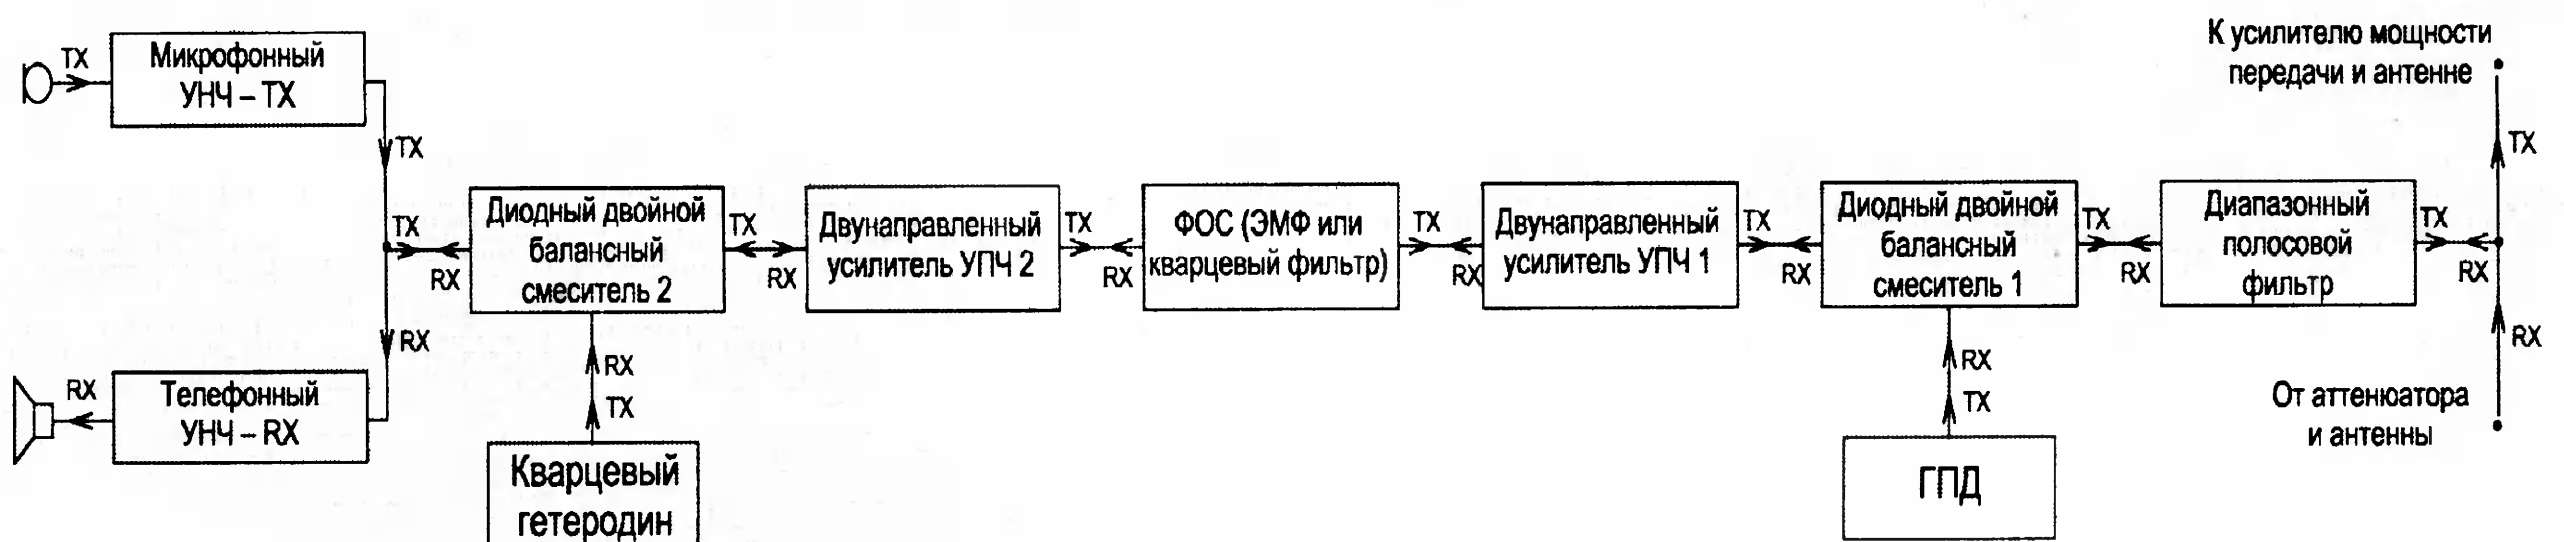
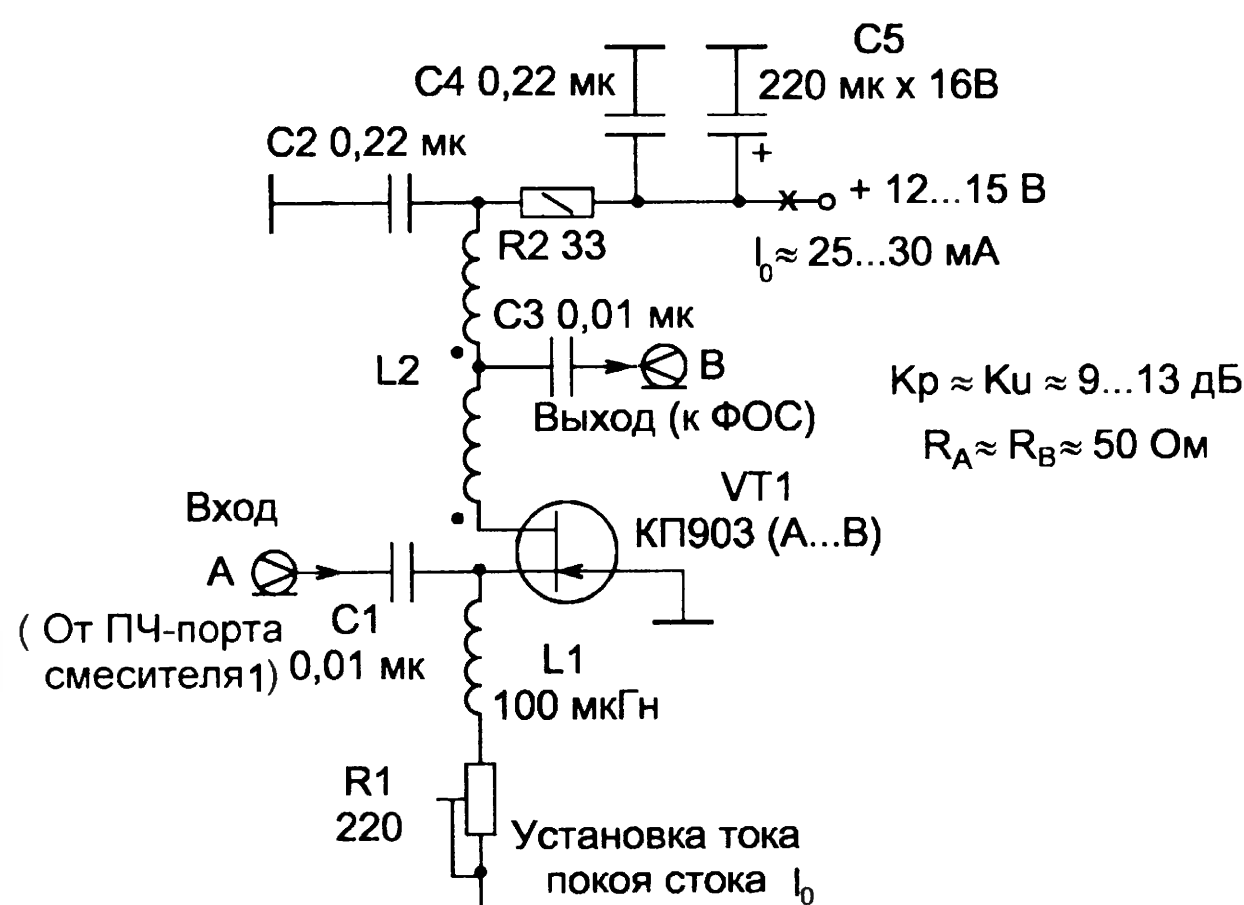
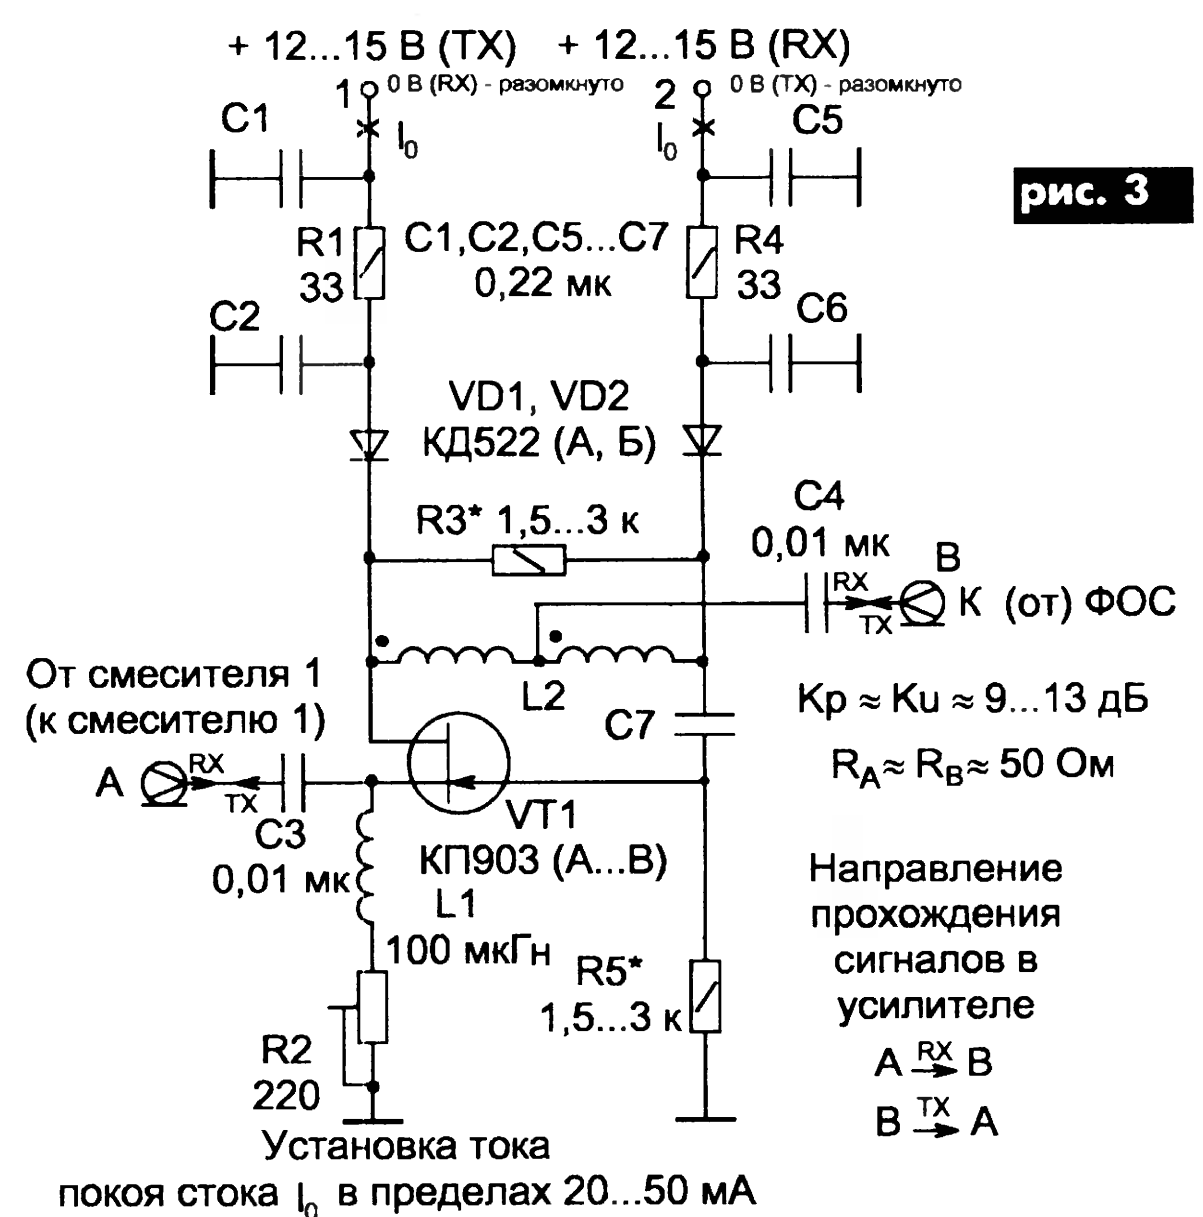
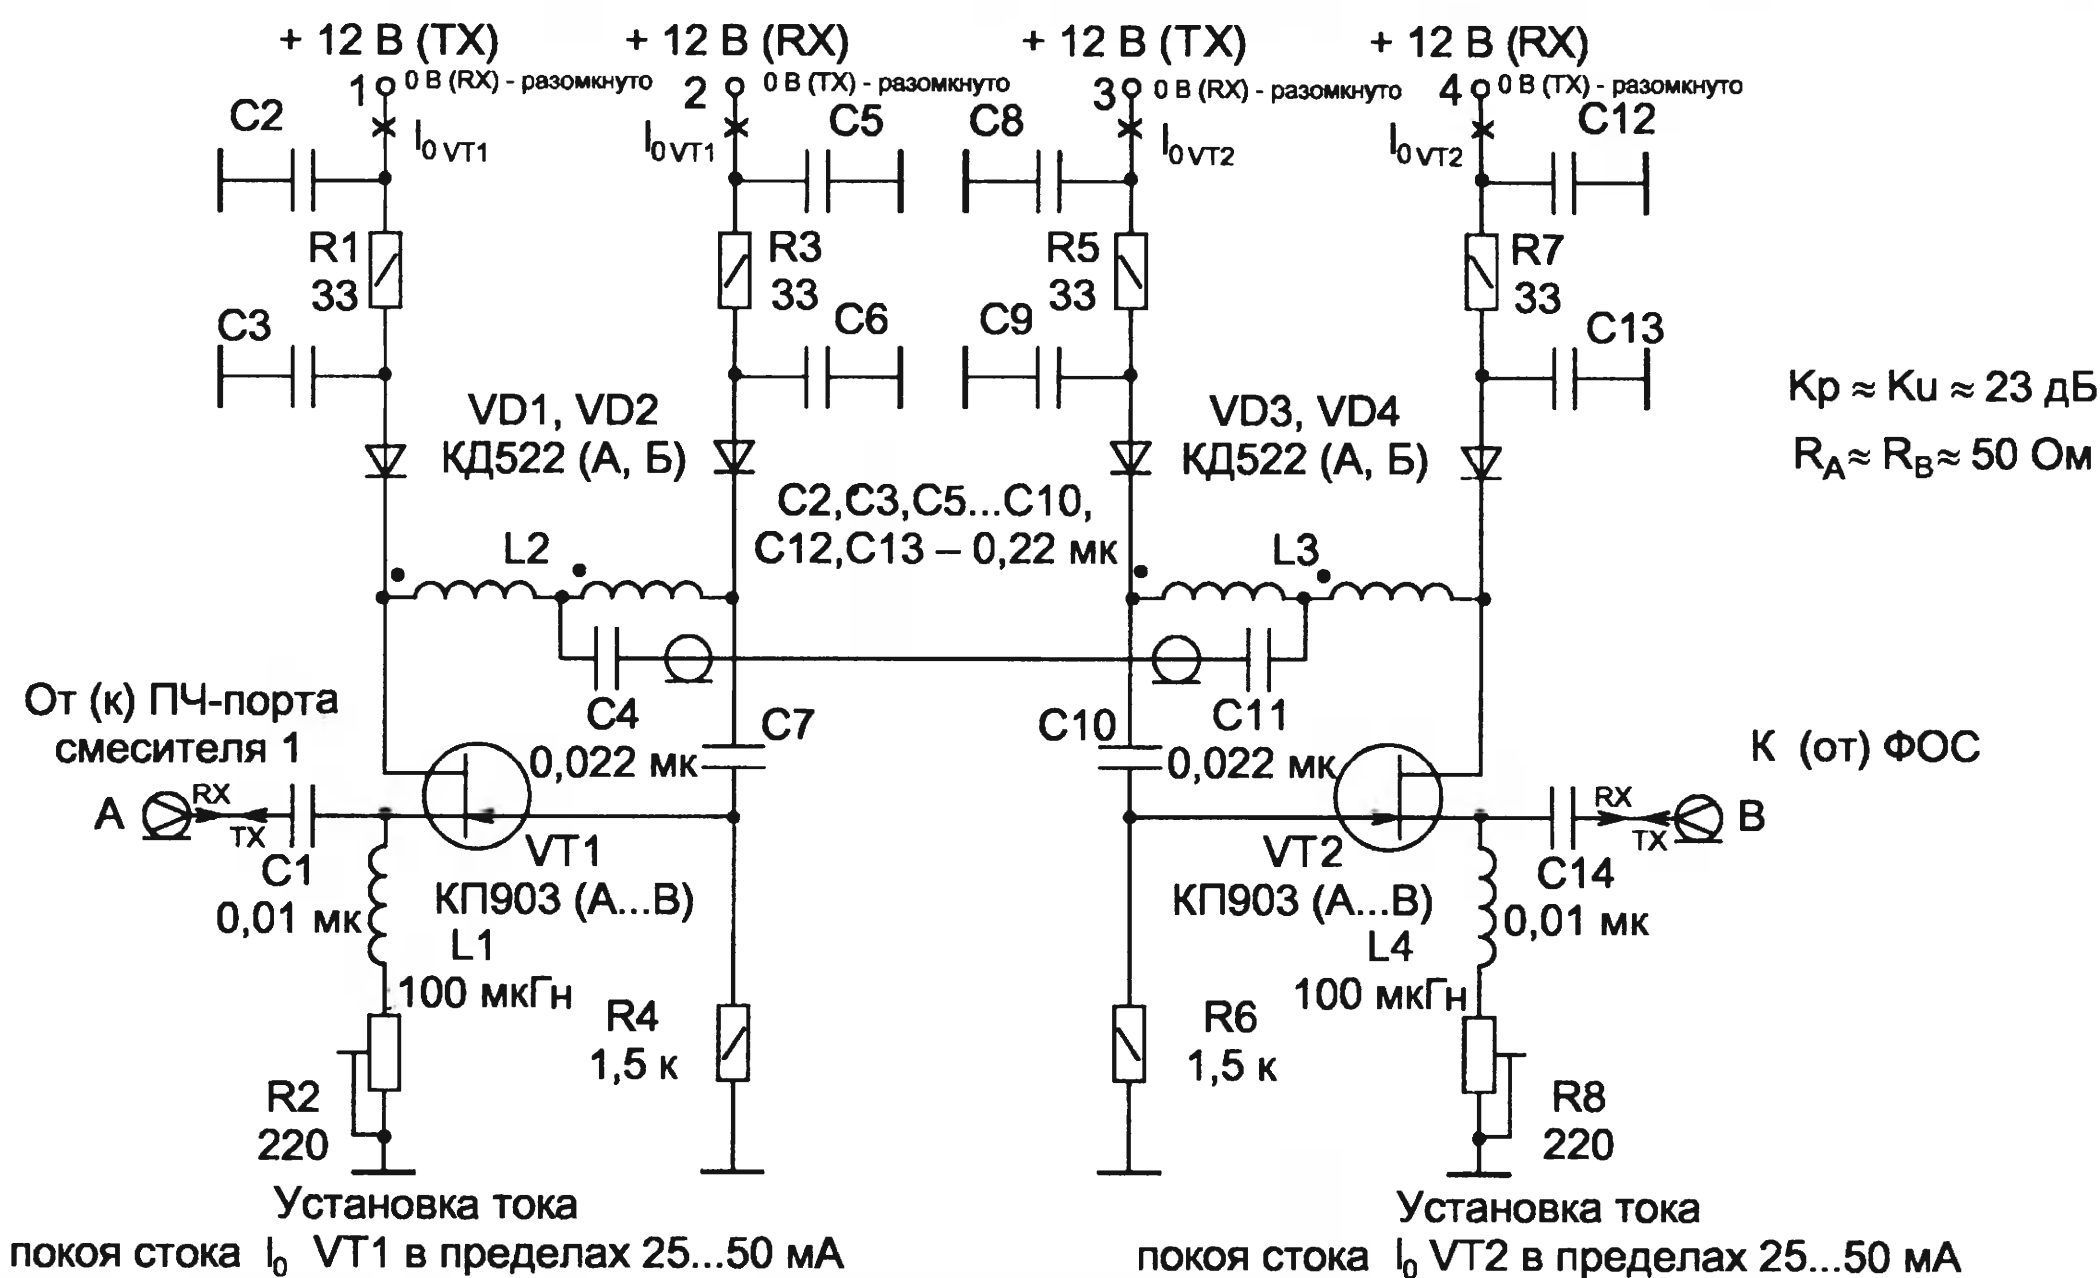

рис. 1
рис. 2
рис. 3
рис. 4
Одним из перспективных направлений творчества радиолюбителей является разработка трансиверов с двусторонними усилителями. Структурная схема такого трансивера (рис. 1) подробно рассмотрена в [1]. В качестве смесителей рекомендуется использовать кольцевые двойные балансные смесители (ДБС). Тогда весь трансивер (исключая РА) можно изготовить полностью реверсивным и обойтись без применения реле.
Достаточно простую (но не реверсивную) схему УПЧ можно изготовить на мощном полевом транзисторе с р-п-переходом (транзисторе КП903). Вариант такой схемы показан на рис. 2.
Задача согласования сопротивлений в широкой полосе частот решается применением усилителя на полевом транзисторе. Транзистор включают по схеме с общим затвором (ОЗ). При этом полевой транзистор должен работать при токе канала, обеспечивающим требуемое входное сопротивление (см. рис. 2). Поскольку проще всего использовать 50-омную схемотехнику, выбираем волновое сопротивление входов и выходов всех ВЧ блоков трансивера наиболее близким к 50 Ом. На основе схемы рис. 2 можно изготовить реверсивный
усилитель (рис.3), который использовался в конструкциях [2, 3].
В режиме приема (RX) он работает как усилитель с ОЗ и сигнал проходит в направлении от А к В. При этом транзистор является активной нагрузкой смесителя в широкой полосе частот. При передаче (TX) конструкция работает как истоковый повторитель (так называемый общий сток – ОС), а сигнал проходит от В к А. При этом происходит повышение напряжения с помощью ШПТ(Л) L2. Однако схема и такого реверсивного УПЧ (рис.3) не исключает недостатков, присутствующих в схеме на рис.2:
Автором разработан и испытан такой реверсивный УПЧ, в котором устранены в значительной степени перечисленные выше недостатки. Схема такого УПЧ показана на рис.4. Как видно, данная схема выполнена на основе базовой схемы реверсивного усилителя (см. рис.3). Конструкция автора (рис.4) устойчива в работе и дает усиление по мощности в 199,5 раз, т.е. округленно в 200 раз (на +23 дБ по мощности). Такие высокие параметры работы УПЧ достигнуты благодаря встречному включению двух идентичных усилителей (представленных на рис.3).
тор VT1 – как истоковый повторитель (ОС). Благодаря совместной работе усилителя с ОЗ и истокового повторителя, значительно возрастают усиление и устойчивость конструкции в работе. Усиление при реверсировании усилителя, приведенного на рис.4, практически не меняется и составляет +23 дБ по мощности.
Все три варианта схем УПЧ (рис.2–4) были испытаны в трансивере с кварцевым фильтром конструкции автора (структурной схемой на рис.1). Из всех вариантов наибольшую устойчивость в работе и наибольшее усиление дает вариант конструкции автора (см. рис.4). При необходимости усиление любой из приведенных в статье конструкций можно уменьшить, шунтируя ВЧ ШПТ(Л)-резистором. Сопротивление шунта-резистора для получения необходимого усиления подбираем опытным путем. Для схемы на рис.3 это шунт-резистор R3*. Для схемы автора (рис.4) шунтируем ВЧ ШПТ(Л) L2 и L3 резисторами одинаковых номиналов.
Настройка усилителей (рис.2–4) при использовании заранее проверенных деталей сводится к установке тока покоя стоков транзисторов с помощью движков подстроечных резисторов. Ток стока устанавливаем около 25 мА. Вход и выход настраиваемого усилителя нагружаем безындукционными резисторами 50 Ом (что почти полностью исключает возможность паразитных самовозбуждений при настройке и гарантирует правильность установки тока покоя стока). В дальнейшем при регулировке трансивера в целом токи покоя стоков УПЧ могут быть подогнаны с помощью тех же подстроечных резисторов. В конструкциях усилителей автором использовались однооборотные безындукционные резисторы.
УПЧ по схемам рис.2 и 3 выполнены одноплатными, а по схеме рис.4 – на двух платах. Топология этих двух плат соответствует топологии платы усилителя на рис.3. Платы усилителя автора (рис.4) идентичны, экранированы друг от друга экраном из жести со всех сторон, кроме верха и низа плат, и соединены между собой коротким отрезком 50-омного коаксиального кабеля. Для всех межблочных соединений в трансивере автора также использовался 50-омный коаксиальный кабель. Транзисторы и диоды можно применять с любым буквенным индексом. В качестве дросселей на 100 мкГн использованы промышленные (каплеобразные).
ВЧ трансформаторы (ШПТ(Л)) на рис.2–4 идентичные, намотаны на кольцах К10 х 6 х 4 из токонепроводящего феррита марки НН ($\mu = 600 \dots 2000$ НН) и содержат 6 ... 8 витков скрутки (витой пары). Для намотки используется провод с хорошей изоляцией, например ПЭЛ-ШО 0,3 ... 0,4 мм. Количество скруток на 1 см длины витой пары 3 ... 5 в зависимости от диаметра применяемых для изготовления витой пары проводов. Витую пару размещаем равномерно по кольцу. Затем начало одного провода витой пары соединяем с концом другого, образуя средний вывод.